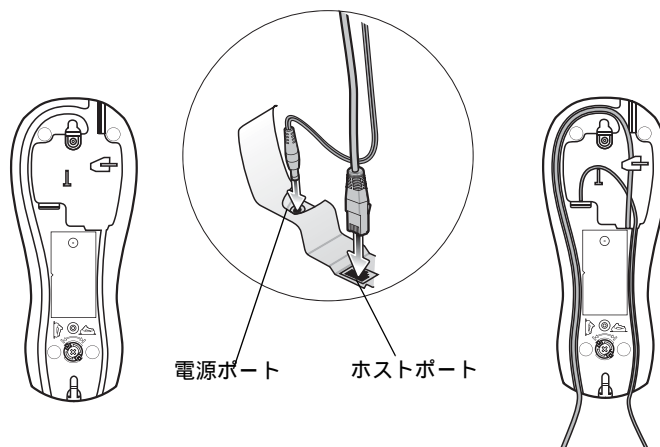

図 1-5 ケーブルをクレードルに接続する
1. クレードルに電源が接続されている場合は、切り離します。図1-5を参照してください。